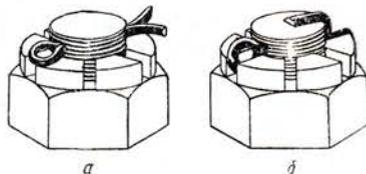

Рис. 3. Шплинтовка гаек нижней головки шатуна
10. Произвести шплинтовку гаек. Слабые и бывшие в употреблении шплинты не ставить. Нижний конец шплинта загнуть на болт, верхний — на грань гайки (рис. 3). Головка шплинта должна войти в прорезь гайки.